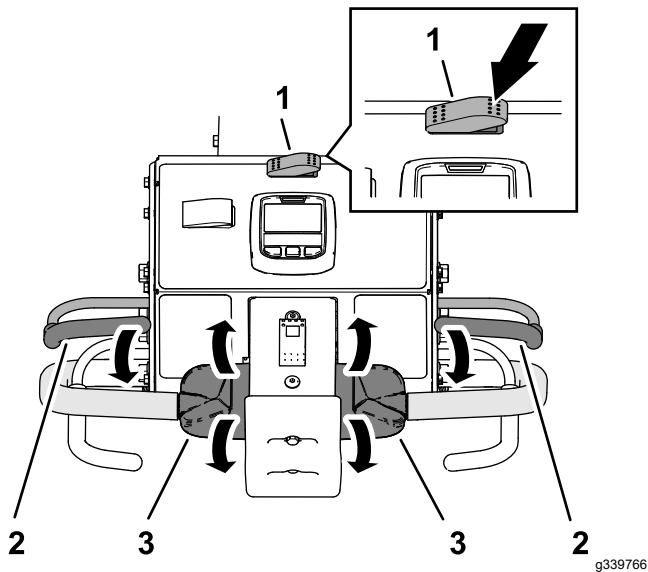

Рисунок 87
- Нажмите правую сторону переключателя транспортировки/аэрации в положение Аэрация (Рисунок 87).
- Возьмитесь за левую или правую штангу рукоятки управления и прижмите к ней штангу контроля присутствия оператора (Рисунок 87).